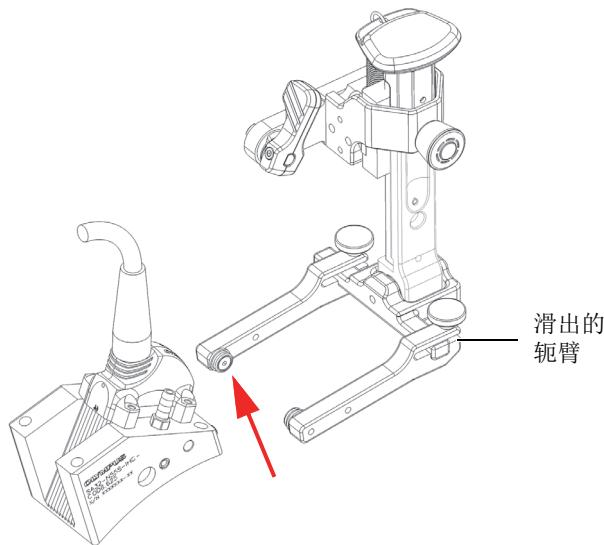

图 2-19 使楔块枢轴孔与轭臂上的按钮对齐
3. 要重新安装探头/楔块组件件，需将楔块的枢轴孔与未滑出的轭臂上的按钮对齐（参见第49页的图 2-19）。